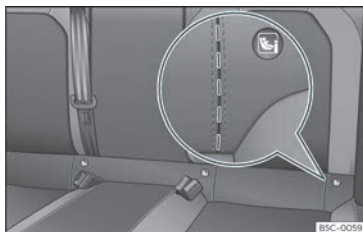

Fig. 27 Seient posterior: ranures encunyades per accedir a les anelles de subjecció ISOFIX/i-Size.
guns vehicles, les anelles van fixades a la carcassa del seient i en altres al terra posterior. Les anelles "ISOFIX" estan ubicades entre el respall i el coixí del seient posterior >>> **fig. 27**. Les anelles Top Tether estan situa-
- Procediu prèviament a l'obertura manual de l'encunyat situat darrere de les ranures marcades per accedir a les argolles de subjecció»» fig. 27.